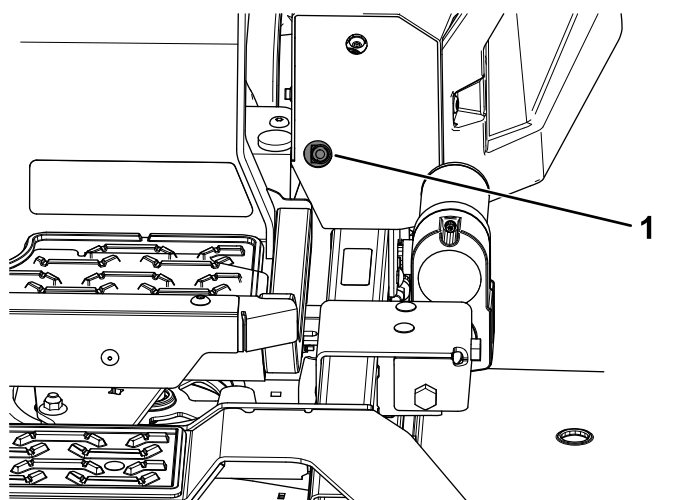
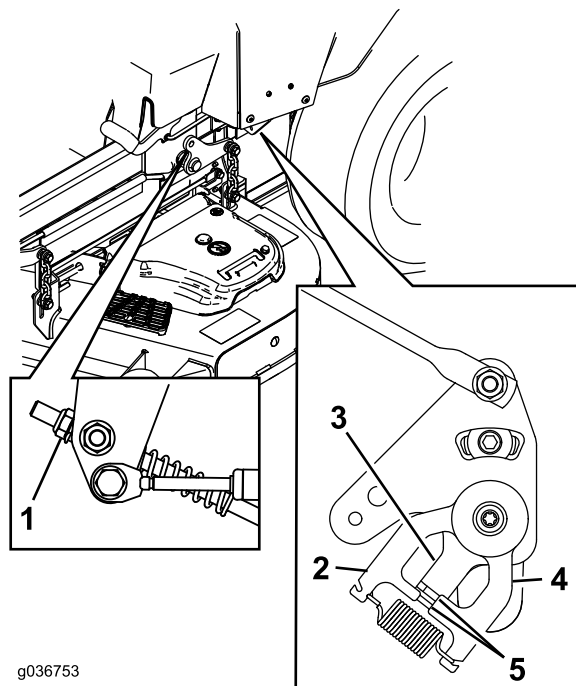

Figura 77
Figura 78
11. Ajuste la longitud de las varillas de control de las bombas girando la tuerca en el sentido apropiado, hasta que las ruedas se muevan ligeramente en marcha atrás (Figura 77 y Figura 78).